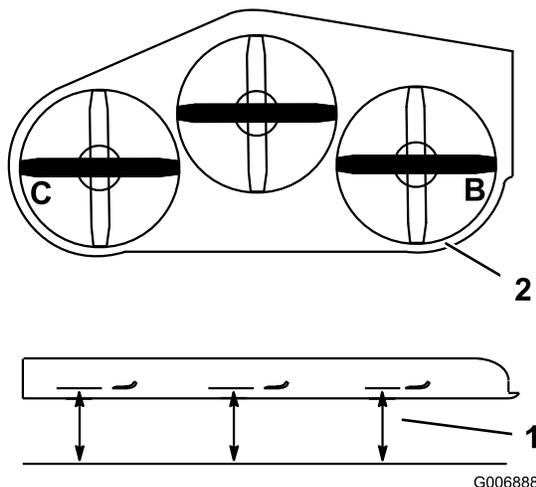

Figura 77
3. Coloque las cuchillas en posición lateral. Mida en las posiciones **B** y **C** desde una superficie nivelada hasta el filo de corte de los extremos de las cuchillas (Figura 77).